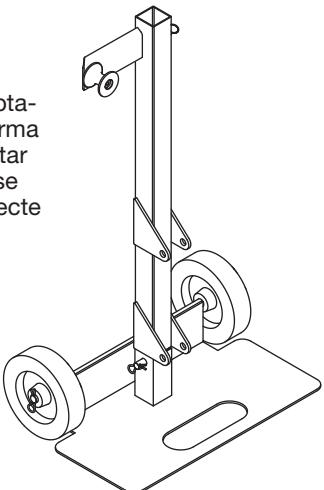

Figura 2
- Inserte el ensamble del adaptador para motor en la plataforma rodante. Asegúrese de insertar el montaje del motor como se muestra en la Figura 2. Conecte y asegure con el perno.